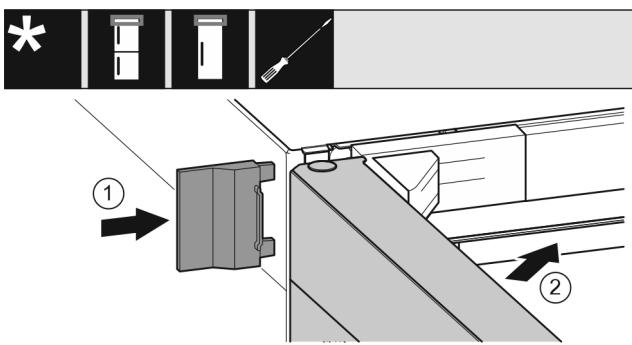

Fig. 21
- Nasuňte vonkajší kryt. Fig. 21 (1)
► Zatvorte horné dvere. Fig. 21 (2)